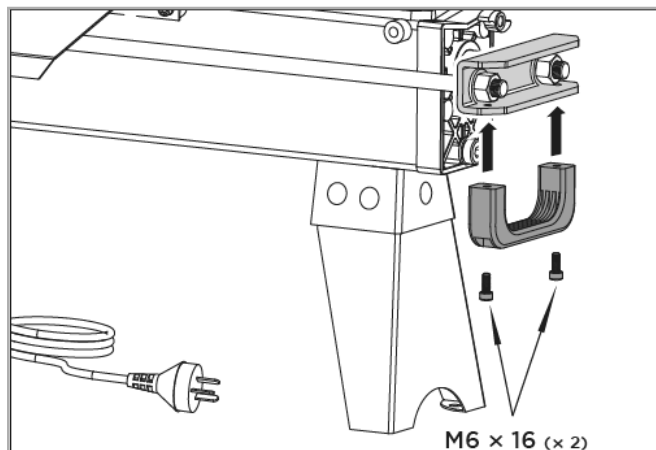

FIG. 3
- Monter løftehåndtaget til U-beslaget med to M6×16 bolte. (Fig. 3)